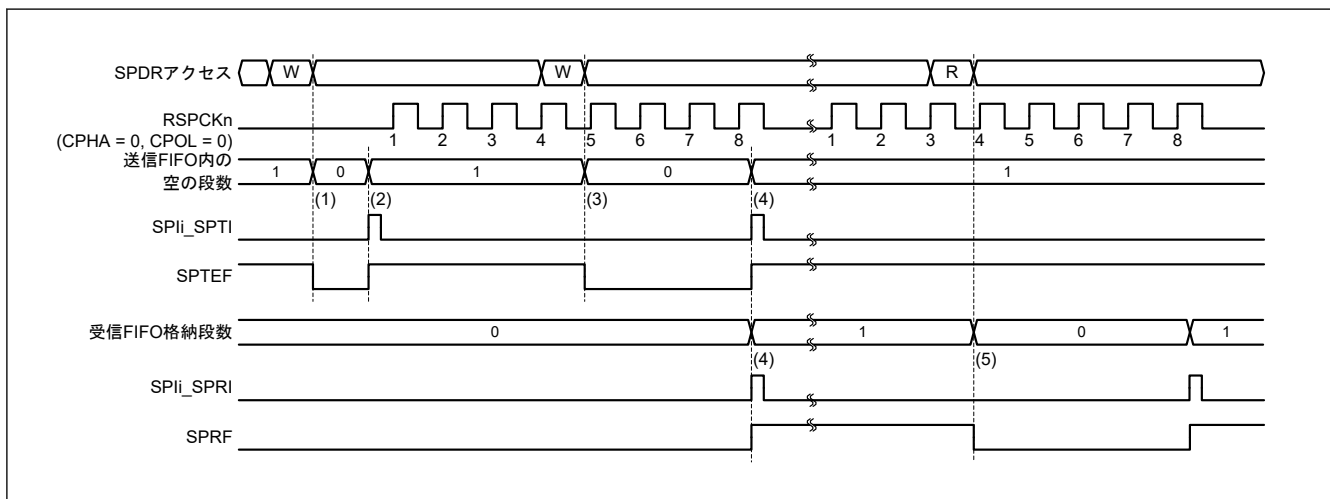

図 30.33 SPIi_SPTI、SPIi_SPRI 割り込みの動作例 (マスターモードで CPHA = 0、CPOL = 0 のとき)
図 30.33 に、送信バッファエンプティ割り込み (SPIi_SPTI) と受信バッファフル割り込み (SPIi_SPRI) の動作例を示します。これらの図に記載した SPDR レジスタアクセスは、レジスタへのアクセス状況を示しています。W は書き込みサイクル、R は読み出しサイクルを示しています。図 30.33 の例では、SPCR.TXMD[1:0] ビットが 00b、SPDCR2.TTRG ビットが 0、SPDCR2.RTRG ビットが 0、SPCMDm.CPHA ビットが 0、SPCMDm.CPOL ビットが 0 の設定で、SPI が 8 ビットのシリアル転送を実行しています。RSPCKn 波形の下に記載した数字は RSPCK サイクル数 (= 転送ビット数) を示しています。
以下に、図 30.33 の (1)~(5) に示したタイミングでの SPI の動作内容を説明します。